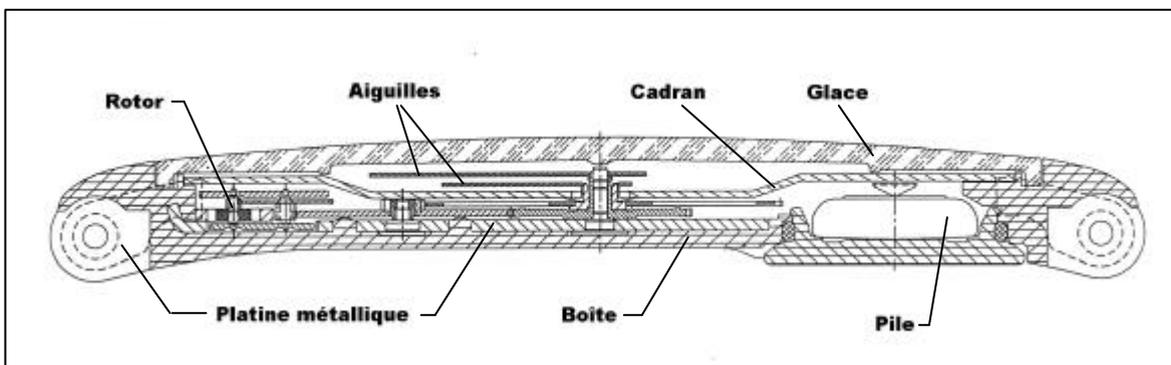

Figure 8 La coupe de la SKIN, après 5 années de régime amincissant
Elle démarre en octobre 1992. Le projet est désigné par le No de Réf. 599, numéro qui possède un étrange air de famille avec le 999 du projet Délirium et 500 de la Swatch. L'avenir nous montra qu'il n'y avait pas que les numéros qui allaient se ressembler. Menées par le constructeur, les études et les analyses de procédés se succèdent. Douze mois plus tard, basé sur les principes statiques utilisés dans la construction des ponts et des bâtiments, le concept de construction définitif de la Swatch SKIN est prêt. Tout comme ses ancêtres, le fond de la montre fait office de boîte et en même temps de platine de base. C'est ce que l'on appelle le principe de «construction intégrée». Les éléments principaux tels que la source d'énergie, le module électronique, le module moteur et le mécanisme de mise heure sont quant à eux placés à l'extérieur des aiguilles, sous un cadran embouti (voir Fig. 8). Le développement de détail commence.
4.1 La rigidité du produit. Une des difficultés majeure était de garantir la rigidité du produit terminé malgré ses faibles épaisseurs de matière à disposition. Les exigences fixées en matière de traction, flexion et torsion de la boîte nous conduisirent à combiner une structure métallique multi-fonctionnelle et de la matière synthétique. Cette structure métallique - appelée platine - tient lieu non seulement d'ossature à la boîte mais sert également d'ancrage approprié à la matière synthétique surmoulée, à rigidifier les cornes des attaches bracelets ainsi que de référence pour les opérations d'assemblage automatisées (voir Fig. 8)
Dans ces deux produits, les pierres d'achoppement furent : le choix de la matière synthétique transparente de la boîte et la construction du centre de la montre. Construction rendue difficile par le fait que le cadran métallique embouti (voir Fig. 8) faisant office de structure porteuse est supprimé et remplacé par un cadran transparent de format réduit.